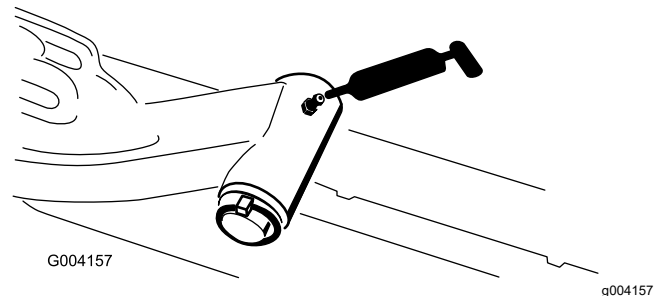

Figura 73
- Eje pivotante del brazo de elevación (1 en cada) (Figura 73)